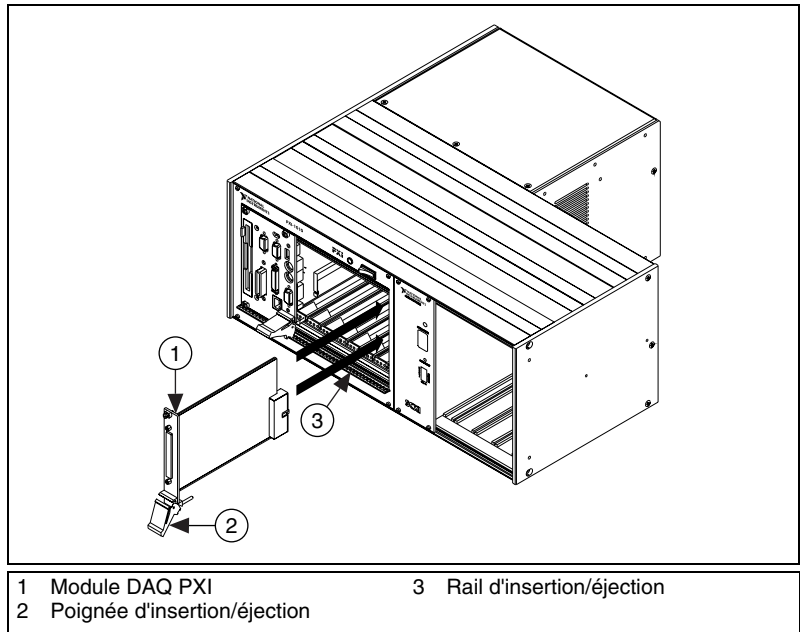

Figure 6. Installation du module PXI dans un nouveau châssis
2. Placez les bords du module dans les guides de module PXI inférieur et supérieur, comme illustré sur la figure 6.